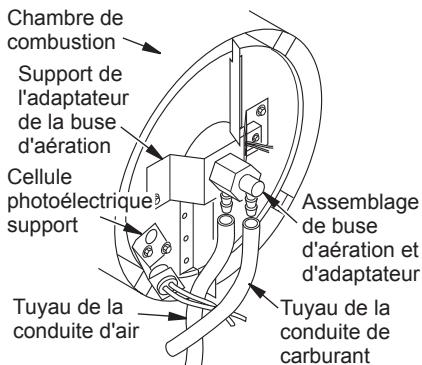
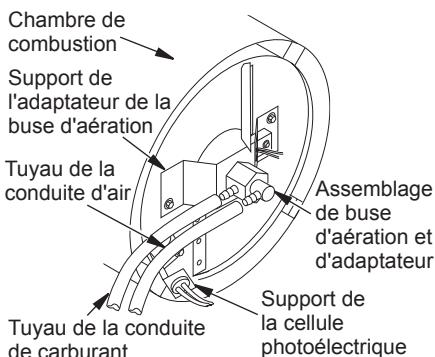

Figure 23 - Retrait des tuyaux de conduite de carburant et d'air (modèles 40/55/70 seulement)
Figure 24 - Retrait des tuyaux de conduite de carburant et d'air (modèles 115/165 seulement)
- Guidez délicatement l'allumeur dans l'ouverture du support de l'adaptateur de la buse d'aération. Ne frappez pas l'élément de l'allumeur. Attachez l'allumeur au support de l'adaptateur de la buse d'aération avec la vis à l'aide d'un tourne-écrou de 1/4 po (voir figure 23, page 13). Serrez avec un couple de 0,90 à 1,69 N·m (8 à 15 pouce-livre). Ne serrez pas excessivement.
- Replacez la cellule photoélectrique dans le support de cellule photoélectrique. Acheminez les fils en suivant la figure 23 ou 24, page 13.
3. Retirez les tuyaux de conduite de carburant et d'air de l'assemblage de la buse d'aération (voir figure 23 ou figure 24).
4. Inspectez les tuyaux de la conduite de carburant et d'air pour des fissures ou des trous. Si le tuyau de la conduite de carburant est endommagé, débranchez-le de l'adaptateur de la buse d'aération (voir figure 23 ou 24) ainsi que du filtre à carburant (voir *Filtre à carburant*, page 11). Si le tuyau de conduite d'air est endommagé, débranchez-le de l'adaptateur de la buse d'aération (voir figure 23 ou figure 24 , page 13, selon le modèle) ainsi que du raccord cannelé sur le couvercle de bout de pompe (voir figure 27).
5. Installez une nouvelle conduite de carburant ou une nouvelle conduite d'air. Attachez une extrémité du tuyau de la conduite d'air au raccord cannelé sur le couvercle de bout de pompe (voir figure 27) et l'autre extrémité à l'adaptateur de la buse d'aération (voir figure 23 ou figure 24, page 13, selon le modèle). Attachez une extrémité du tuyau de conduite de carburant au filtre de carburant (voir *Filtre de carburant*, page 11) et l'autre extrémité à l'adaptateur de la buse d'aération (voir figure 23 ou figure 24, page 13, selon le modèle).
Remarque : acheminez les tuyaux comme l'illustre la figure 23 ou la figure 24, page 13, selon le modèle. Les tuyaux ne doivent pas toucher le support de la cellule photoélectrique.